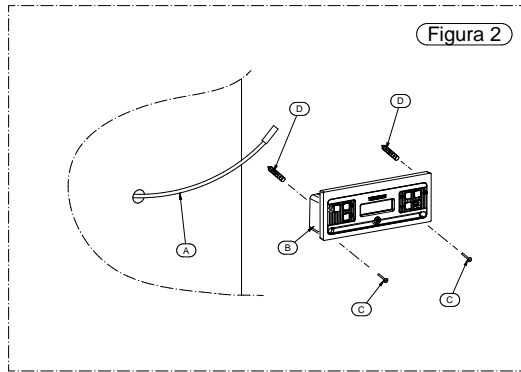
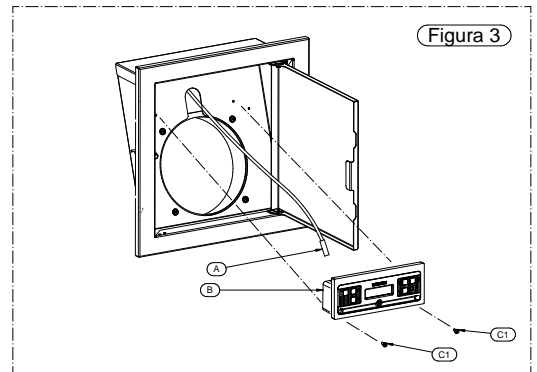

Figura 2
Figura 3
- 2) Fissare la base fissa con tasselli ad espansione d'acciaio di D.10 mm (non forniti) nelle posizioni indicate nella Figura 2.
La quantità di tasselli da usare è in funzione al tipo di supporto su cui si installa l'inserto, seguire a tal proposito la dima di foratura riportata nella Figura 3. Se il supporto risulta essere non compatto si consiglia di rifare il supporto in calcestruzzo ove fissare il basamento in modo stabile.
- 2) Fissare saldamente il Kit supporto e caricamento al pavimento con tasselli ad espansione d'acciaio di D.10 mm garantendo che la quota A sia maggiore della quota B (Figura 2). Si consiglia vivamente di verificare che il pavimento dove vengono fissati i tasselli sia compatto e adatto a supportare l'eventuale trazione data dall'estrazione dell'inserto e procedere poi ad assemblare la base fissa al "Kit supporto e caricamento" (Figura 3).
- Fissare le 2 viti (E) TC+3,9X9,5 al supporto C, fissare poi il supporto C alla staffa A attraverso le 4 viti (D) TC+4,8X16 (Figura 2).
- Assemblare poi il collare (F) con le viti in dotazione B (vite TBFR+3.9x13). Attenzione: è molto importante installare il collare come indicato nella Figura 3.
Il pannello comandi può essere portato all'esterno della struttura prevista per l'inserito e installato a muro, in quanto viene dotato di un cavo di collegamento di lunghezza totale di 3 metri. Può essere installato all'interno della botola di caricamento nel caso si acquistasse il Kit rapido fisso, come indicato nella Figura 3.
- Riasssemblare ora la scheda X, precedentemente smontata, al supporto B collegando per primo il cavo del pannello comandi alla scheda stessa e fissare le 4 viti Y e procedere al fissaggio del frontalino comandi completo al muro di supporto (Figura 2).
- Se invece non si è acquistato il Kit rapido fisso è necessario fissare le staffe (A) presenti nel sacchetto accessori alla base fissa dell'inserto, come indicato nella Figura 1. Fissare poi la staffa sorreggi canalizzazioni (B) alle staffe (A) attraverso le viti (C) e i dadi (D) come indicato nella Figura 2.